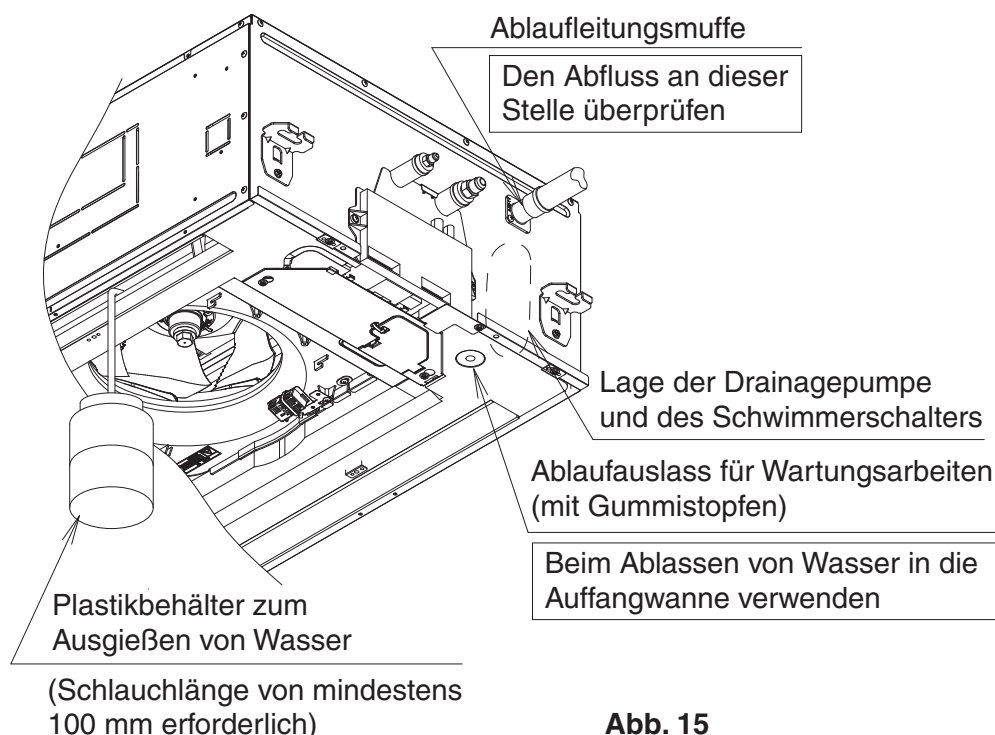

Abb. 15
- Gießen Sie langsam 1 Liter Wasser aus dem Luftauslass in die Auffangwanne und vermeiden Sie dabei Spritzwasser auf elektrischen Komponenten wie der Drainagepumpe. Überprüfen Sie, ob der Abfluss ordnungsgemäß erfolgt, indem Sie das Innengerät im Kühlmodus gemäß **“10. EINSTELLUNG VOR ORT UND TESTBETRIEB”** betreiben. (Siehe **Abb. 15**)
3. Gießen Sie langsam 1 Liter Wasser aus dem Luftauslass in die Auffangwanne und vermeiden Sie dabei Spritzwasser auf elektrischen Komponenten wie der Drainagepumpe. **(Siehe Abb. 15)**